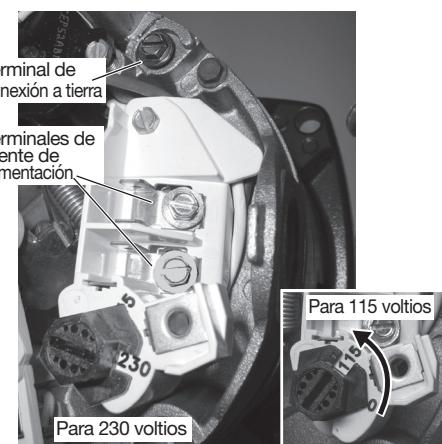

Figura 1. Configuraciones de voltaje
- El voltaje en el suministro de electricidad debe ser igual al voltaje de la bomba. El motor de 2 hp está configurado de fábrica para 230 V y no funciona con ningún otro voltaje. Sin embargo, los de 3/4 hp, 1 Hp y 1-1/2 hp, son motores de voltaje dual. Están preconfigurados para 230 V pero pueden convertirse a 115 voltios (Figura 1).